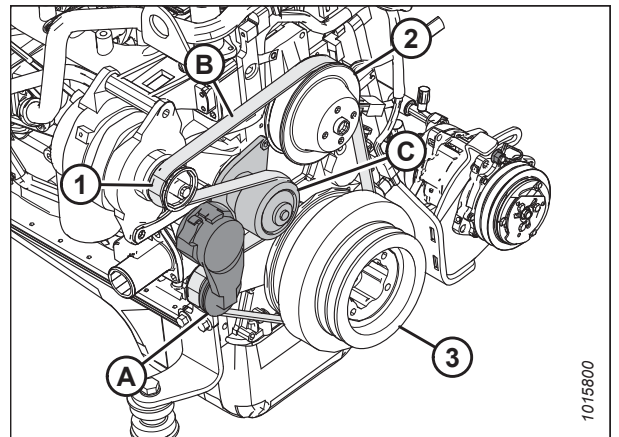

图 5.194: 发动机皮带
5. 将 1/2 英寸驱动棘轮扳手的驱动端插入皮带张紧轮 (A) 中。
6. 逆时针旋转张紧轮, 直到风扇皮带 (B) 能够从皮带轮 (C) 上滑落。松开张紧轮并取下扳手。
7. 按照图 5.194, 页码 467 中显示的顺序 1、2、3 卸下皮带。
8. 将 1/2 英寸驱动棘轮扳手的驱动端插入皮带张紧轮 (A) 中。
9. 逆时针旋转张紧轮, 直到皮带 (B) 能够从皮带轮 (C) 上滑落。松开张紧轮并取下扳手。